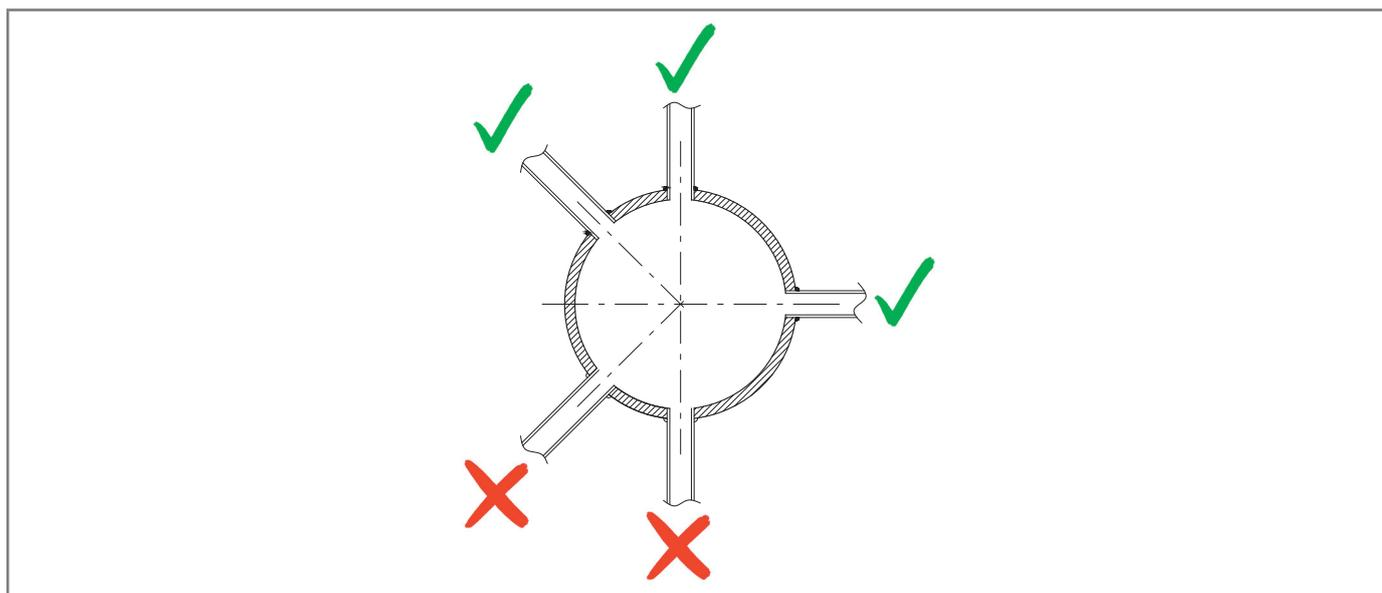

Fig. 6.11. Conexiones soldadas de la tubería
- las conexiones de la conexión neumática estén siempre soldadas a la parte superior o al eje superior o al eje horizontal de la propia tubería (véase Fig. 6.11);